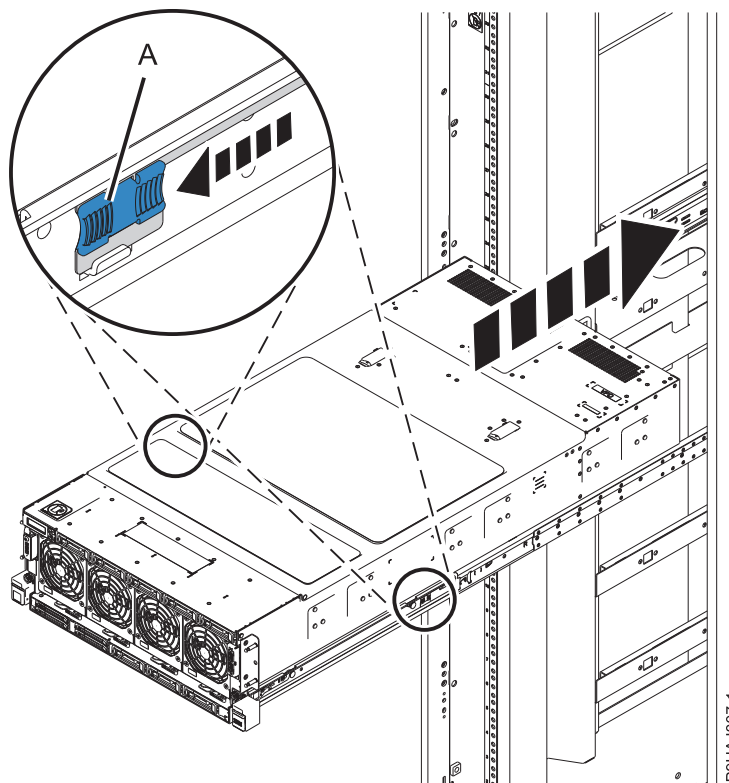

Figura 17. Liberando as travas no meio dos trilhos e empurrando o sistema para dentro do rack
1. Libere as travas no meio dos trilhos (A) e empurre o sistema *a meio caminho* para o rack, como mostrado na Figura 17.
3. Libere as travas no meio dos trilhos (A) novamente e empurre o sistema totalmente no rack, como mostrado na Figura 17.